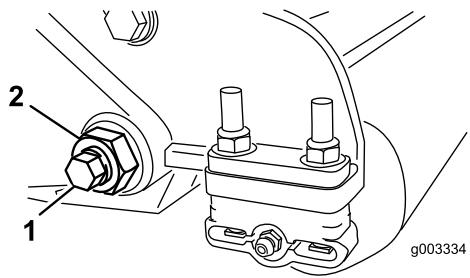

Figura 30
- Desaperte a porca de bloqueio que segura a cavilha da barra de apoio, em cada um dos lados da máquina (Figura 30).
| 4. Remova cada uma das cavilhas da barra de apoio, de modo a permitir puxá-la e retirá-la da máquina (Figura 30). Guarde as duas anilhas de nylon e a anilha de aço prensado de cada uma das extremidades da barra de apoio (Figura 31). |                      |